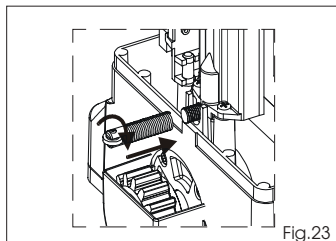
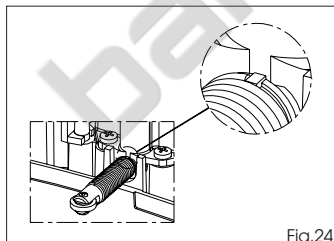

Fig.23
Fig.24
- Introduire le ressort en le tournant en sens des aiguilles d'une montre, Fig. 23, jusqu'à l'arrêt, voir Fig. 24.